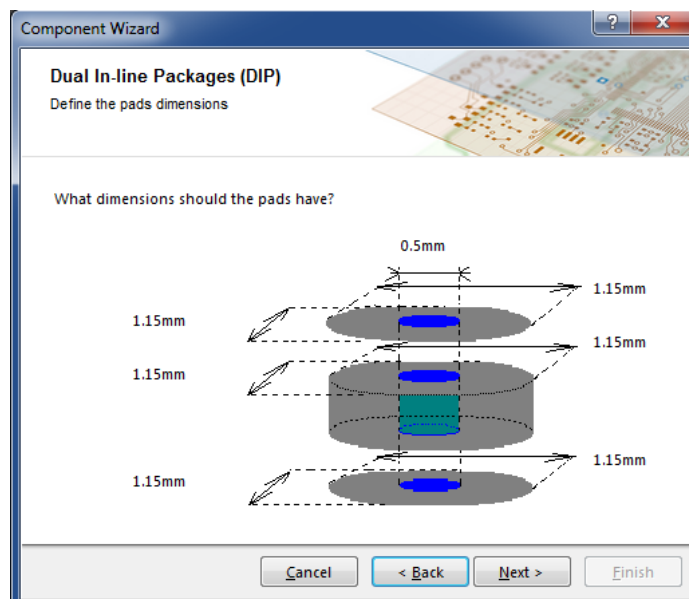

Рис. 3.4
4) Встановіть розміри контактної площадки як зображено на рис. 3.4. Діаметр отвору обраний згідно з розмірами контактів мікросхеми. Натисніть **Next**.